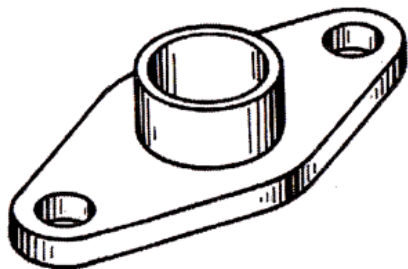

Рис. 163. Фланец
1. Рассмотрите форму детали, определив, из каких геометрических тел она состоит, из какого материала изготовлена (рис. 163).